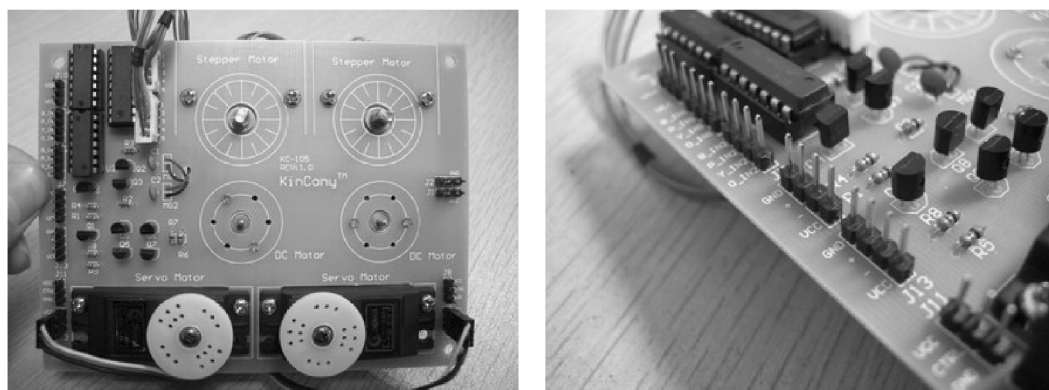

图 11-35 各种类型的电动机，接口俱全
3) 舵机——舵机的控制信号是 PWM 信号，利用占空比的变化改变舵机的位置，引脚为三端 VCC，CTRL，GND，使用单片机可直接驱动。可配一字型、圆型转盘，标准脉冲输入。各种类型电动机接口如图 11-35 所示。电动机安装背面如图 11-36 所示。